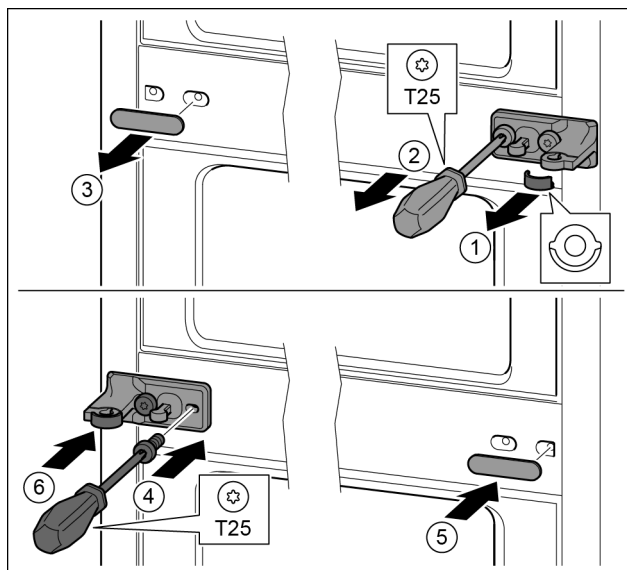

Fig. 29
- Scheibe abziehen. Fig. 29 (1)
- Schrauben mit Schraubendreher T25 herausdrehen. Fig. 29 (2)
- Abdeckung vorsichtig abziehen. Fig. 29 (3)
- Lagerbock mit Folie um 180° gedreht auf der anderen Seite fest anschrauben. Fig. 29 (4)
- Abdeckung um 180° gedreht auf der anderen Seite anbringen. Fig. 29 (5)
- Scheibe von vorn aufschieben. Fig. 29 (6)